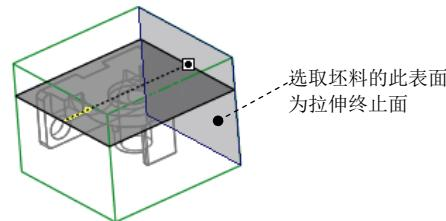

图 14.28 选取拉伸终止面
(5) 设置深度选项。
① 在操控板中选取深度类型 (到选定的)。
② 将模型调整到图 14.28 所示的视图方位，选取图中所示的坯料表面为拉伸终止面。
③ 在操控板中单击 按钮。完成特征的创建。